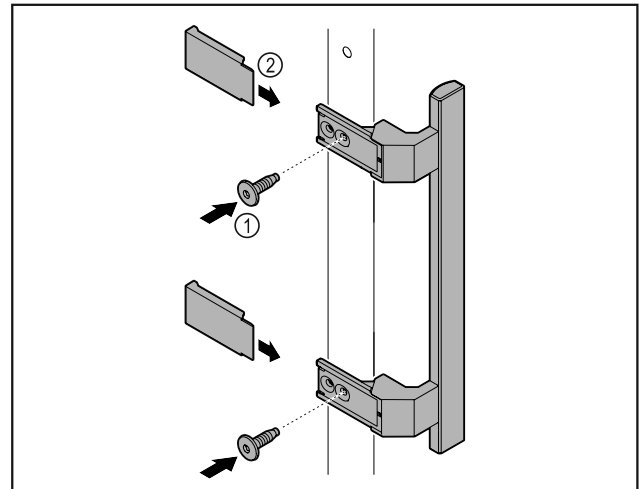

Fig. 46
- ▶ Griff aus dem Beipack mit den beiliegenden Schrauben Fig. 46 (1) an der Tür anbringen.
- ▶ Abdeckung Fig. 46 (2) aufsetzen.